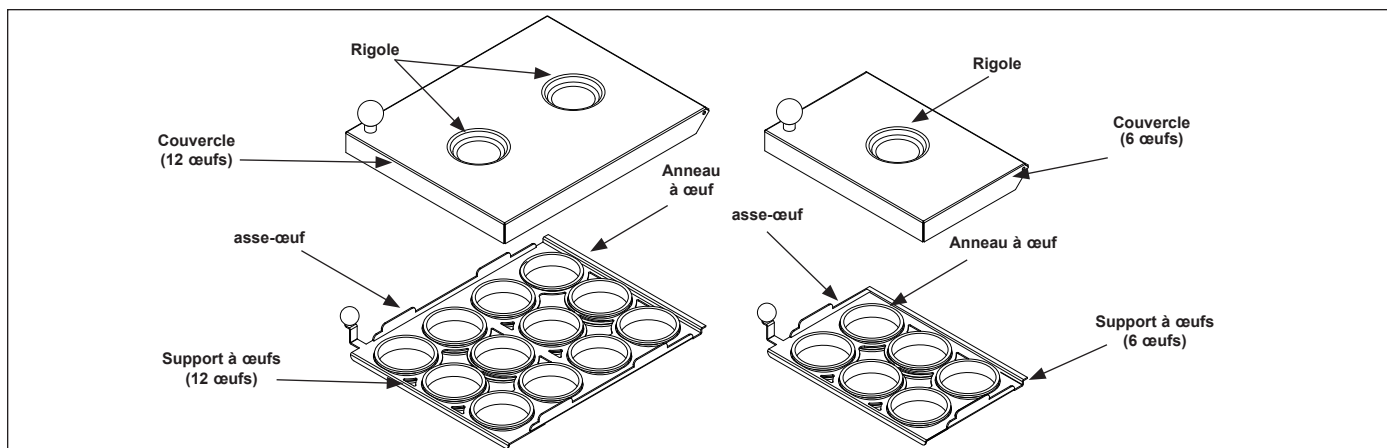

Figure 3. Couvercle (12 et 6 œufs)
2. Placez l'anneau à œuf dans le support à œufs (Figure 3).